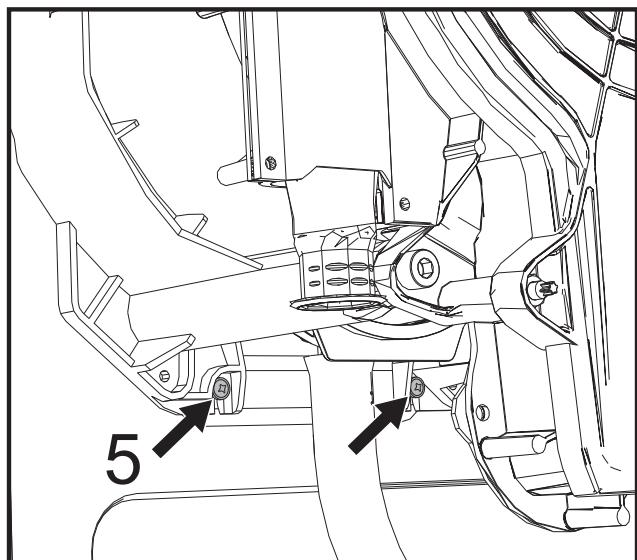

рис. 64
- Ослабьте 2 **нижних винта** "5", служащих для крепления теплообменника к раме (рис. 64)